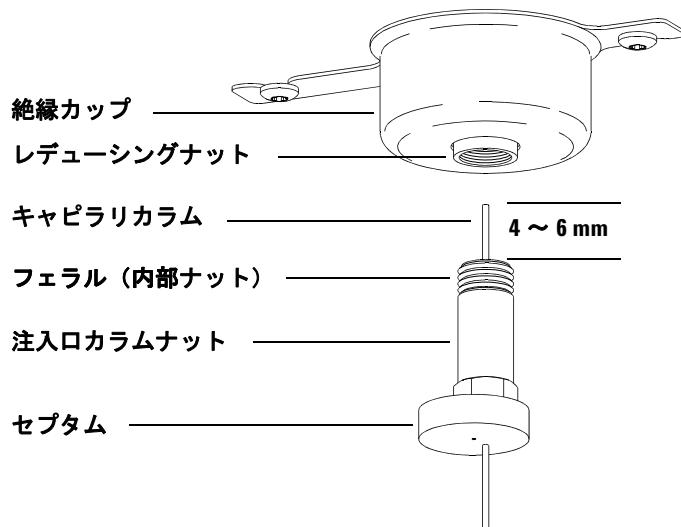

図4 スプリット / スプリットレス注入口へのキャピラリカラムの取り付け
- 7 カラムをフェラルの端から 4 ~ 6 mm 出るように調整します。(図 4 を参照してください)。